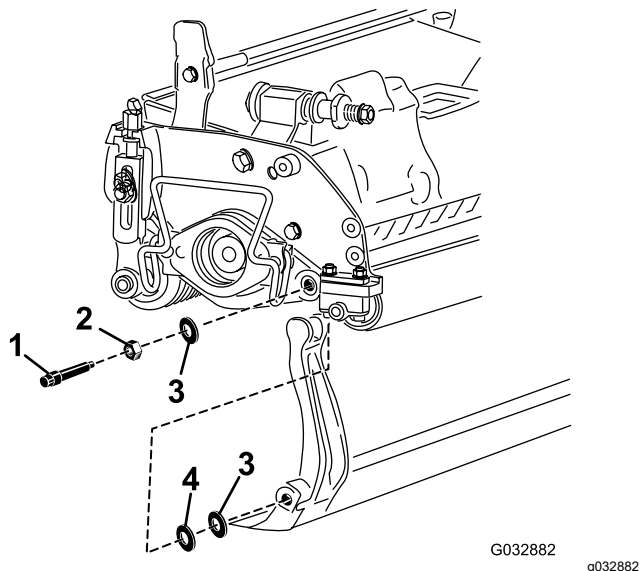

图 15
取下底刀架两端的 2 个尼龙垫圈和 1 个钢垫圈图 15。
- 3. 将尼龙垫圈放在侧板凸起的一侧。在两个尼龙垫圈的外侧各放一个钢垫圈图 15。